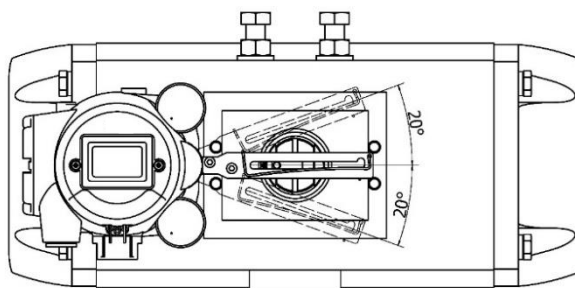

图 12 MCT 反馈杆转动角度
5. 保证 MCT 790 反馈杆转角符合图 12 规定角度（误差 $\pm 5^\circ$ ），取下安装支架。